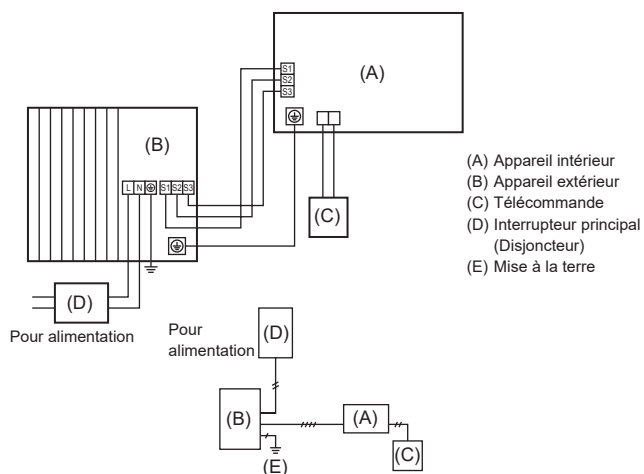
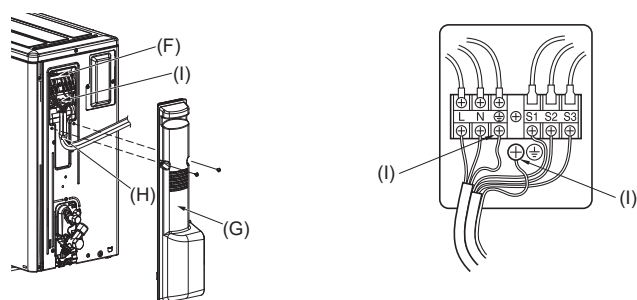

Fig. 6-1
Fig. 6-2
6.1. Appareil extérieur (Fig. 6-1, Fig. 6-2)
- (1) Retirer le panneau de service.
- (2) Effectuer le câblage conformément aux Fig. 6-1 et 6-2.